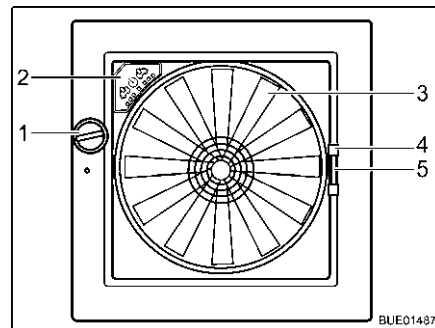

Fig. 116 Claraboya Omni-Vent
- Girar el botón giratorio (Fig. 116,1) hasta alcanzar el ángulo de apertura deseado.
- Girar el botón giratorio (Fig. 116,1) hasta que la claraboya esté completamente cerrada.
- Tirar del tirador (Fig. 116,4) de la protección contra insectos hacia el lado opuesto del marco.
- Comprimir el tirador (Fig. 116,5) del oscurecedor.
Ventilador Cuando la claraboya está abierta, el interior del vehículo se puede ventilar con el ventilador de 6 niveles (Fig. 116,3). El ventilador se maneja a través del cuadro de mando (Fig. 116,2).